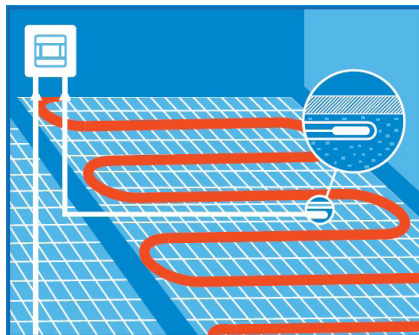

Рисунок 4
- Проложить трубку датчика термостата (терморегулятора) в штору и конец трубки заглушить. Конец трубки должен находиться под нагревательным матом между витками кабеля на расстоянии не менее 30 см от края нагревательного мата (**рис. 4**).